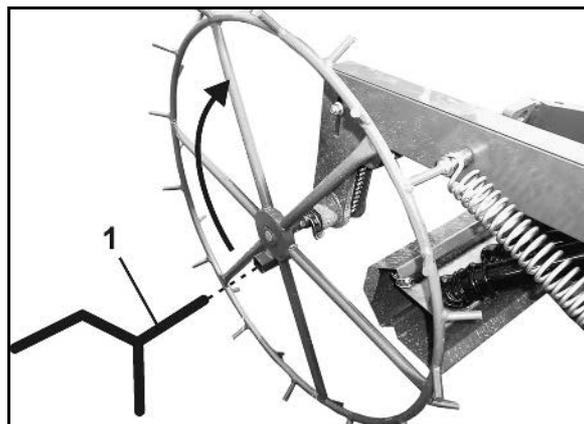

Fig. 31
7. En utilisant la manivelle, tournez la roue d'entraînement dans le sens de la flèche (Fig. 31) jusqu'à ce que le flux de semence qui s'écoule dans les augets d'étalonnage soit homogène.
9. Tournez la manivelle dans le sens de la flèche en effectuant le nombre de tour mentionné au tableau (Fig. 31).